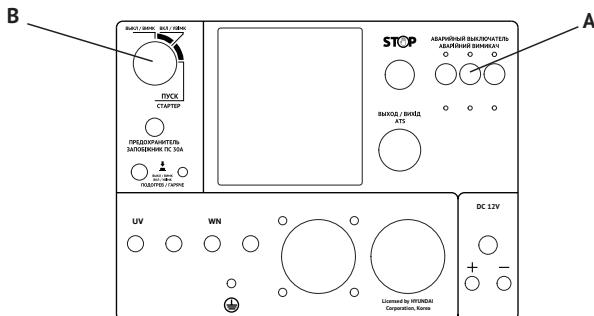

Рис. 5
- Установите автомат защиты (аварийный выключатель) в положение ВЫКЛ (Рис.5, A).
- Поверните ключ в положение ВЫКЛ (Рис.5, B).